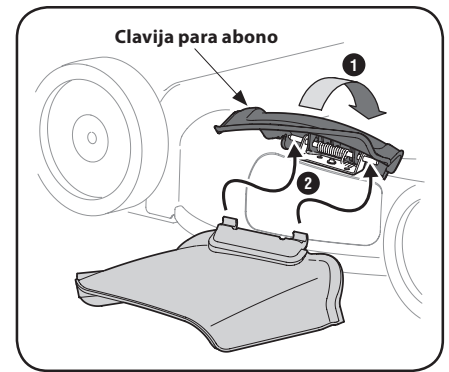

Figura 2-16
- Retire las perillas de aleta (a) y los pernos de carro (b) de la manija. Consulte la Figura 2-16.
- Coloque la manija en una de las tres posiciones que sea más cómoda. Consulte la Figura 2-16.